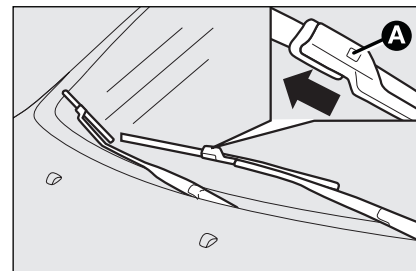

Рис. 14
- ☐ нажмите фиксатор **А, рис. 14** соединительной пружины и снимите щетку с рычага;